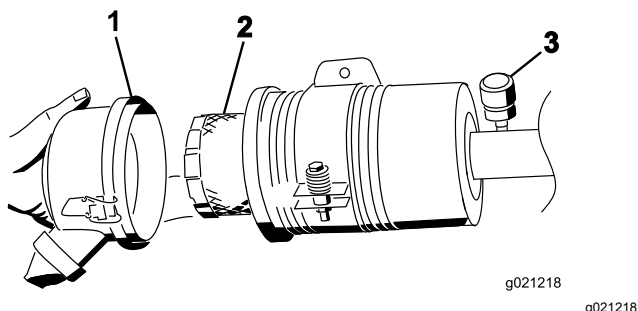

Figure 84
5. Déposez et remplacez le filtre (Figure 84).